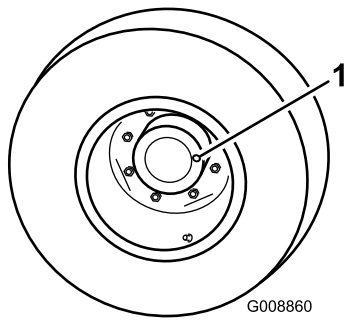

Figure 41
1. Garez la machine sur une surface plane et horizontale, tournez la roue de manière que le bouchon de contrôle/vidange (Figure 41) se trouve à la position 3 heures ou 9 heures.
2. Retirez le bouchon du train planétaire (Figure 41). L'huile doit atteindre la base de l'orifice du bouchon de contrôle à l'arrière du frein.